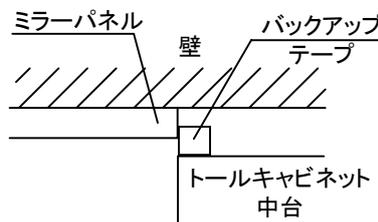

図11-5
- ④付属のバックアップテープを中台キャビネット背面のミラーパネル側に取付けてください。(図11-5)